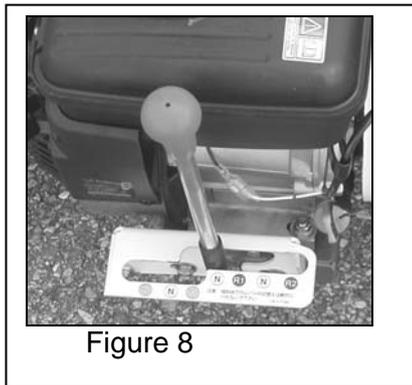

Figure 8
- Sélectionnez la vitesse (démultiplication) en conformité avec le travail à faire. (Figure 8)